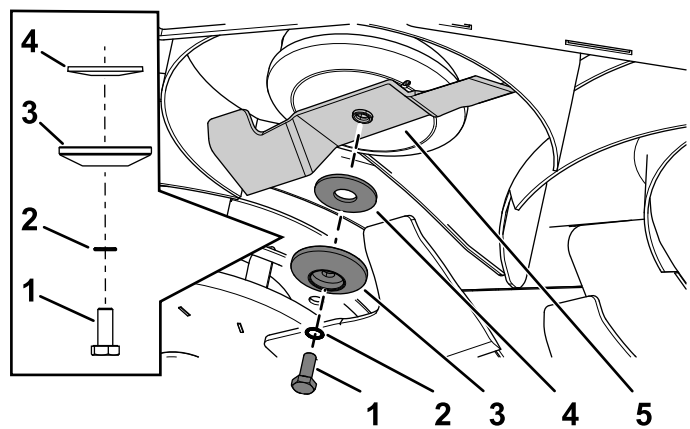

Figura 110
2. Montate la lama utilizzando il bullone della lama, la rondella seghettata, il fermo della lama e la rondella curva rimossi in precedenza (Figura 110).